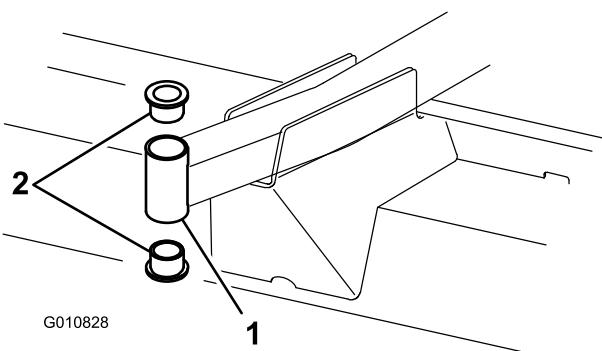

Figura 21
- Inserte un botador fino en la parte superior o inferior del tubo de montaje y dé golpes hasta retirar el casquillo del tubo (Figura 21). Retire también el otro casquillo del tubo.